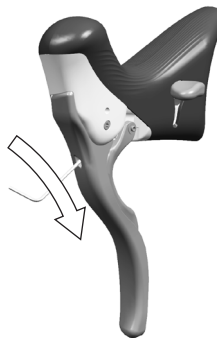
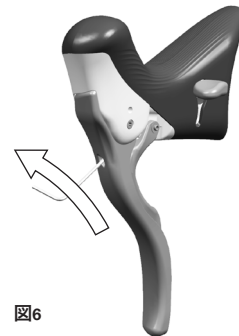

図5
図6
- ・ ハンドル・バーからのレバーの距離を遠くするには、時計回りにねじを回します（図5）。また、ハンドル・バーからのレバーの距離を近付けるには、反時計回りにねじを回します（図6）。